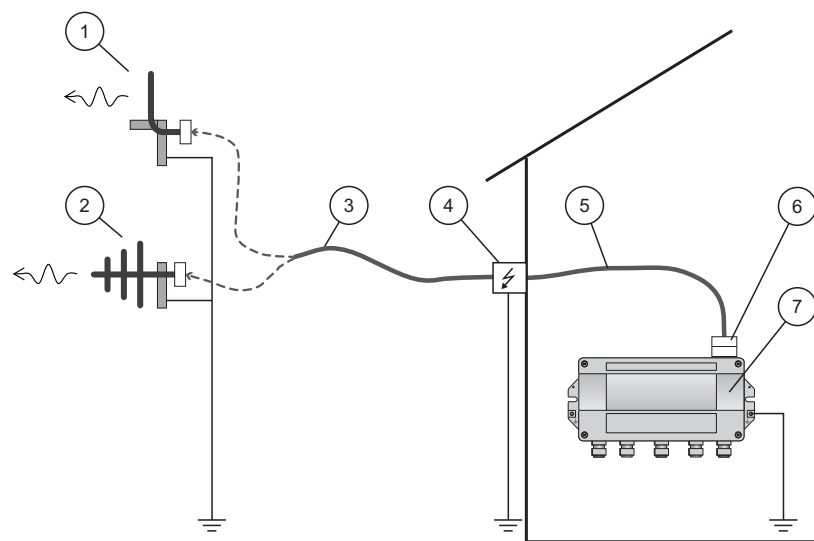

図 4-4: 分離型アンテナの取付
5. 図(図 4-4)に従って、アンテナ、サージアレスタ、Fieldgate を保護接地に接続します。